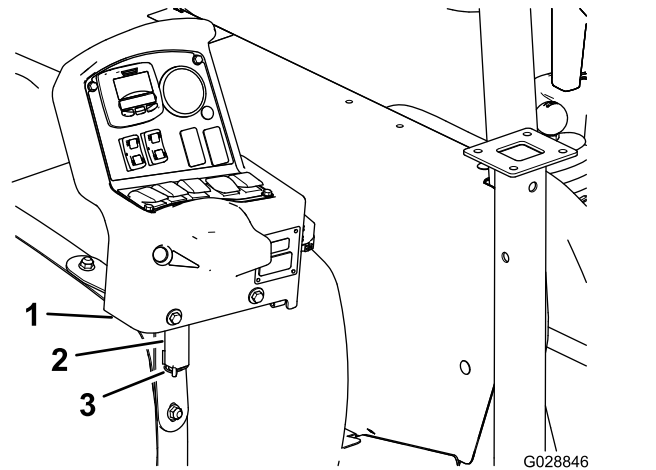

図 6
2. コントロールコンソールのピボットピンを、タンクの前ベルトについているブラケットに合わせる (図 6)。
3. ブラケットにコンソールを組み付け、ピボットピンをブラケットに入れてヘアピンで固定する (図 6)。